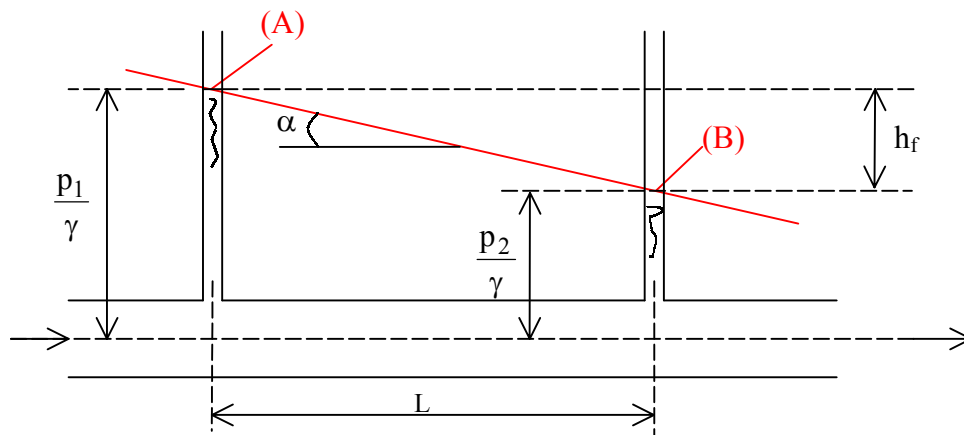

Figura 6.1
A figura 6.1 representa um trecho de uma instalação, onde entre as seções (1) e (2) só ocorre à perda de carga distribuída. Instalamos, em cada uma destas seções, um piezômetro que permite a leitura de suas cargas de pressão.
Aplicando a equação de energia entre (1) e (2) da figura 6.1, temos:
1. Em trechos de instalações hidráulicas análogas ao representado pela figura 6.1, podemos afirmar que a linha piezométrica é decrescente no sentido do escoamento.